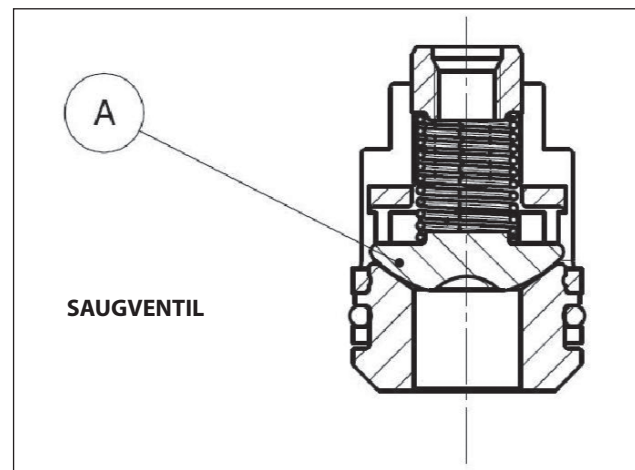
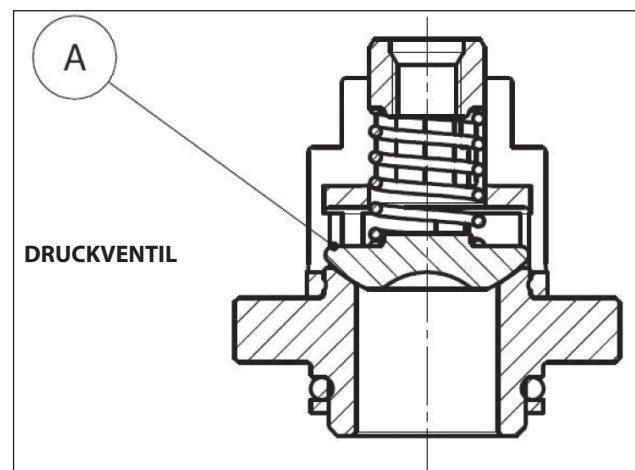

Abb. 26
Abb. 27
2. Achten Sie bei Version HS18 außerdem darauf, die Kugelventile auf Saugseite nicht mit denen auf Druckseite „A“ (Abb. 26, Abb. 27), Pos. 46 Explosionszeichnung, zu verwechseln, siehe Kapitel 16 der **Betriebs- und Wartungsanleitung**.